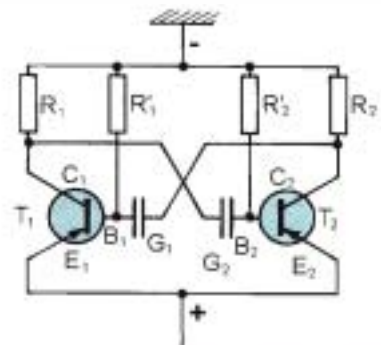

Figure 19.24 • Principe de multivibrateur astable utilisé dans les centrales électroniques.
Le montage comporte deux **transistors** (T_1 et T_2) dont chaque base (B) est commandée par le **circuit émetteur-collecteur** (E-C) de l'autre (figure 19.24).